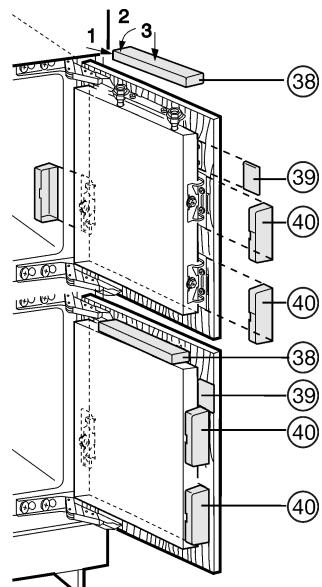

Fig. 27
► Coloque y encaje las cubiertas Fig. 27 (38) superiores.
- Coloque las cubiertas laterales Fig. 27 (39), desplácelas hasta el tope y presione hasta que encajen de forma perceptible.
- Desplace lateralmente las cubiertas Fig. 27 (40) y tire hacia delante con un destornillador para que encajen.